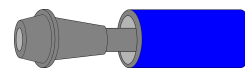
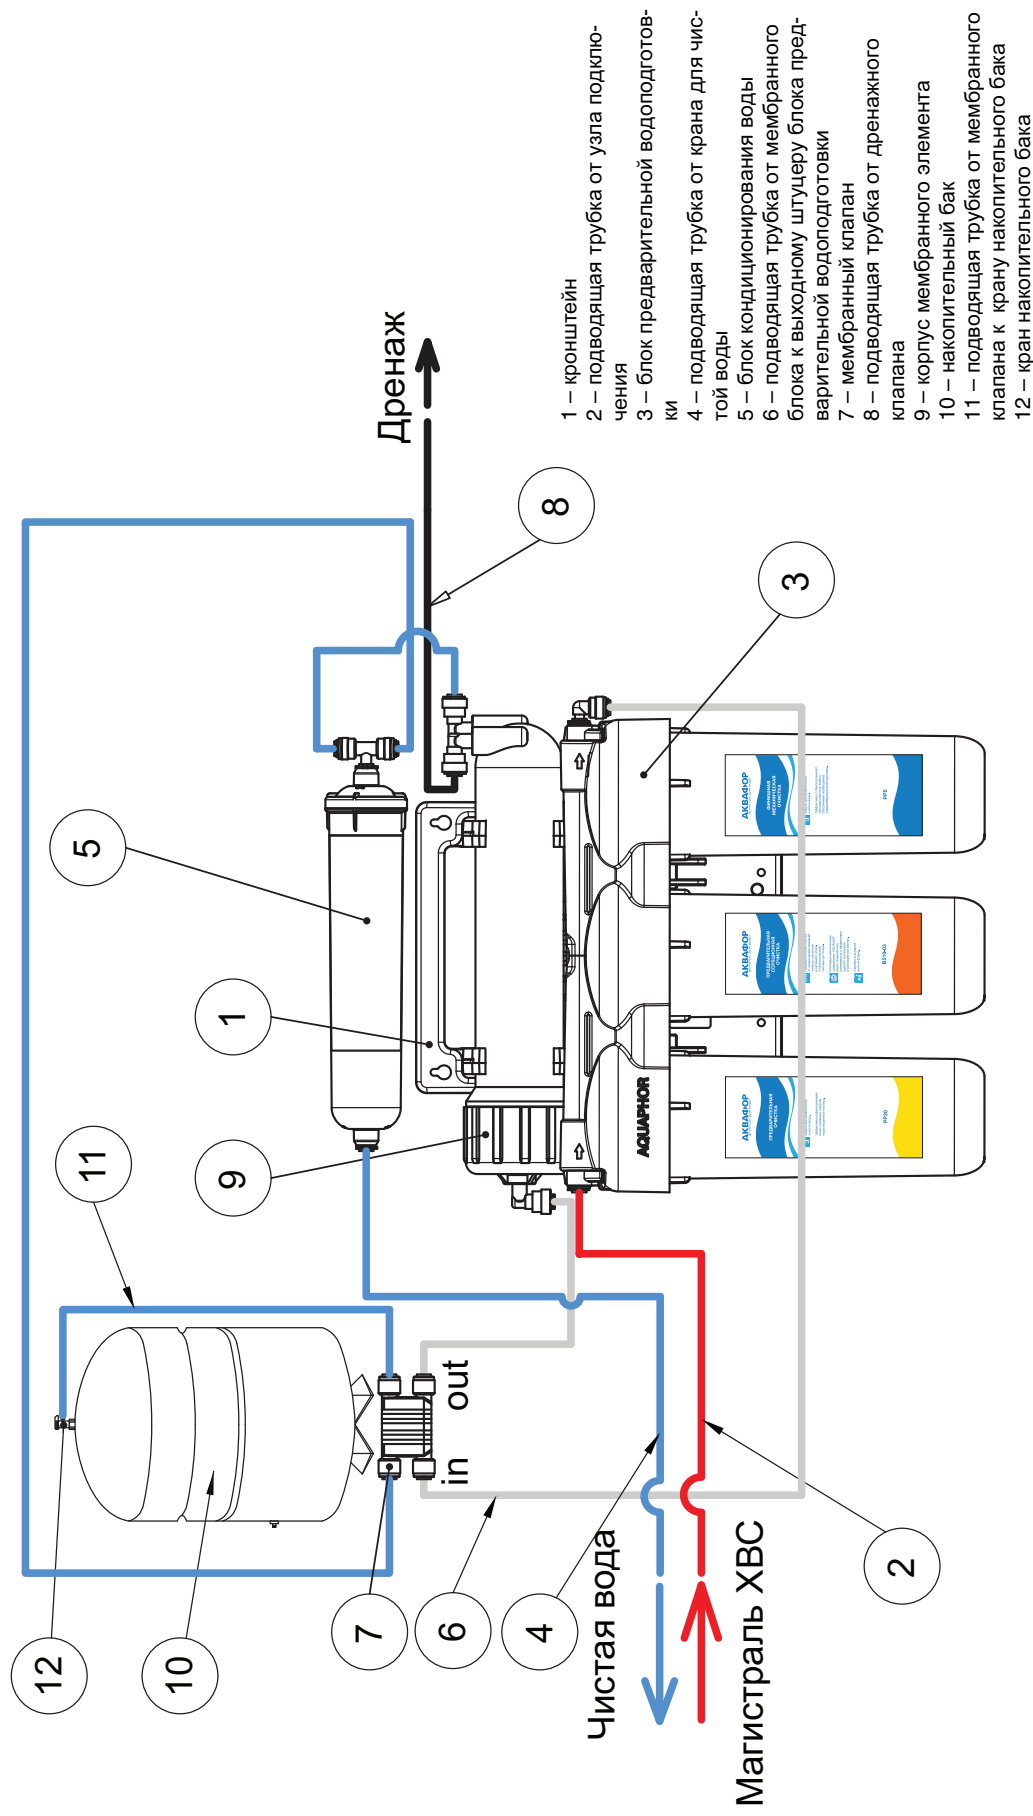

Рисунок 2. Ограничитель потока (рестриктор)
Рисунок 8. Схема установки водоочистителя для исп. Аквафор-ОСМО-050-5
ВНИМАНИЕ! Проверьте наличие ограничителя потока (рис. 2) в дренажной трубке (рис. 8, поз. 8). Важно не перепутать, каким концом вставляется трубка. Ограничитель потока должен находиться со стороны мембранного модуля.
5.7 Установка водоочистителя Аквафор-ОСМО исполнения Аквафор-ОСМО-050-5 (Рис. 8)
6.1. ПРОМЫВКА ФИЛЬТРУЮЩЕГО МОДУЛЯ АКВАФОР В510-03 в исполнении Аквафор-ОСМО-050-5 (Рис. 8)
- Отсоедините трубку JG (6) от штуцера мембранного клапана (7). Для этого выньте из под пластиковой втулки стопорную клипсу, нажмите на торец пластиковой втулки, вытяните трубку.
- Подсоедините трубку JG (6) (просто вставьте предварительно смоченный водой конец трубки во втулку мембранного клапана (7) до упора на глубину примерно 15 мм).
- Отсоедините трубку JG (15) от входного штуцера КПД (14). Для этого выньте из-под пластиковой втулки стопорную клипсу. Нажмите на торец пластиковой втулки и вытяните трубку.
- Подсоедините трубку JG (15) к входному штуцеру КПД (14).
6.3. ПРОМЫВКА НАКОПИТЕЛЬНОГО БАКА (Рис. 8, 9)
Для замены модуля кондиционирования воды (см. Рис. 8, 9):